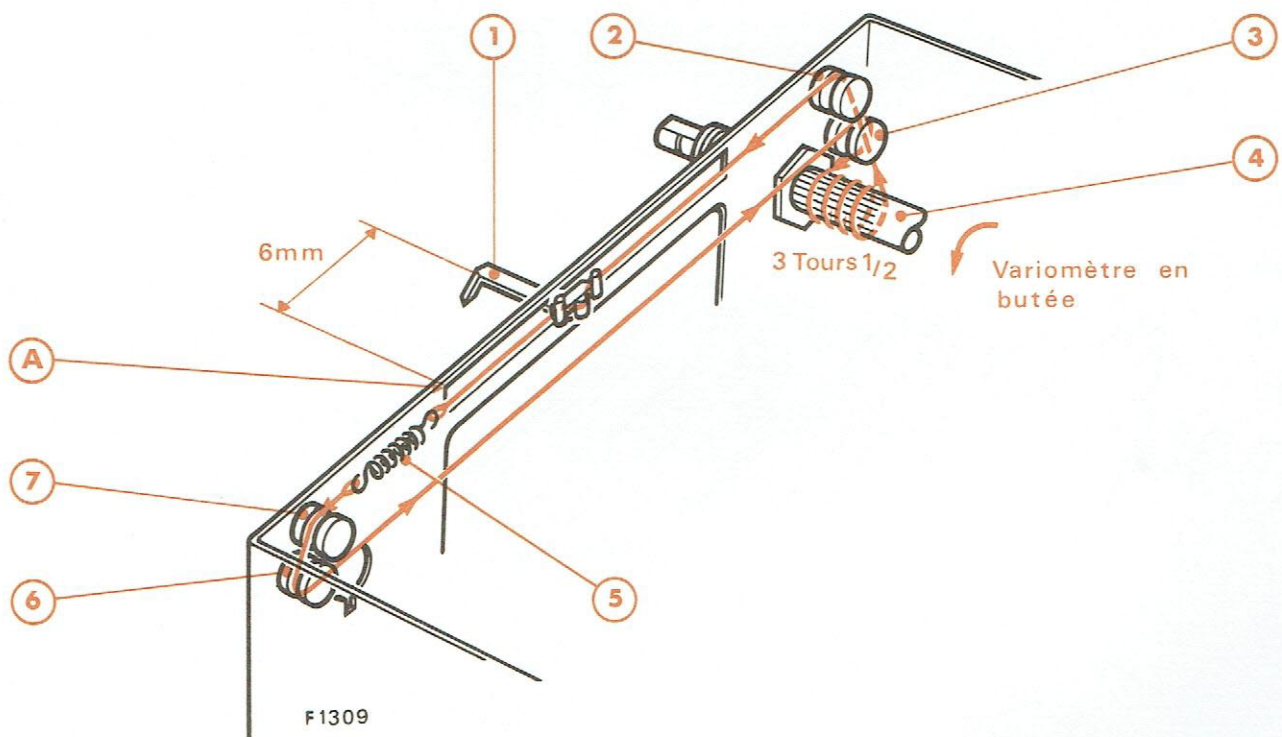

Fig. 2
- Dégager la courroie (13) de la poulie motrice.
G. REMPLACEMENT DU CORDONNET D'ENTRAÎNEMENT (Fig. 2)
- 3° - Prendre un cordonnet d'une longueur de 400 mm et accrocher l'une de ses extrémités au ressort de tension (5).
- 4° - Accrocher l'extrémité libre du ressort (5) au point (A) du châssis.
- 5° - Placer le cordonnet, suivant le sens des flèches, sur les guides (7), (6) et (3). Effectuer 3 tours et demi sur l'axe (4) du variomètre puis placer le cordonnet sur le guide (2).
- 6° - Enlever le ressort du point (A) et accrocher son extrémité libre à celle du cordonnet.
- 7° - Monter et coller l'aiguille (1) sur le cordonnet, à 6 mm du point (A).